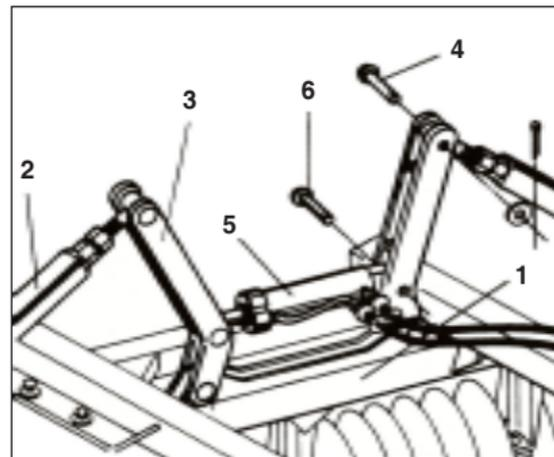

FIGURA 11
MONTAGEM DOS PISTÕES DE ARTICULAÇÃO (FIGURA 11)
21 - Colocar o suporte da barra de articulação item 3 **FIGURA 11**, no suporte da armação central item 1, colocar a barra de articulação item 2 (com o lado do fuso de regulação no suporte da barra item 3). Através do pino item 4, colocar a outra extremidade da barra de articulação no suporte de armação lateral. Introduzir o pistão de articulação item 5 nos suportes da barra de articulação item 3 e fixá-lo com o pino item 6.